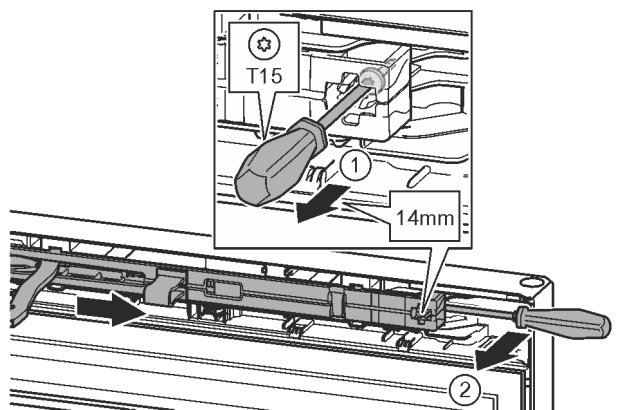

Fig. 12
► Šroub na jednotce tlumiče zavírání povolte šroubovákem T15 o cca 14 mm. Fig. 12 (1)
► Šroubovákem na straně madla zajedte za jednotku tlumiče zavírání a otočte ji dopředu. Fig. 12 (2)
► Vytáhněte jednotku tlumiče zavírání. Fig. 12 (3)